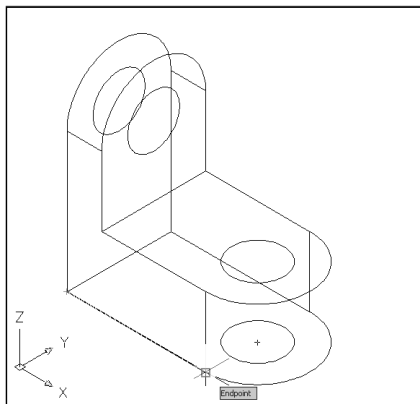

Рис. 11.3
4. Використовуючи об'єктну прив'язку, вказуємо точку, що визначає додатний напрям осі X , крайню праву точку нижнього ребра (рис. 11.3).